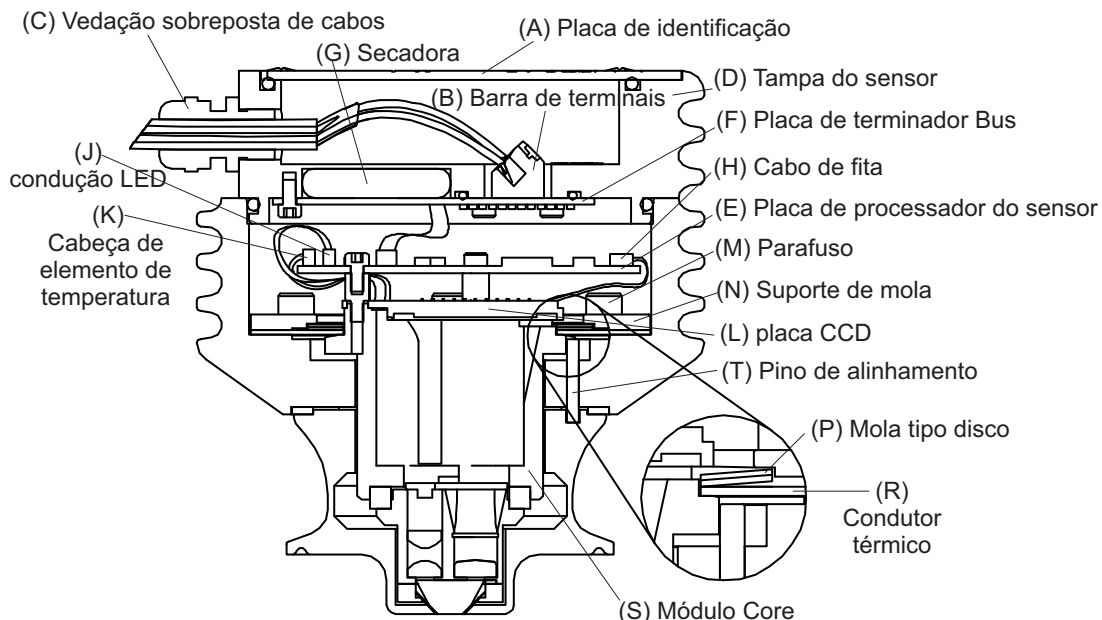

Figura 7.1 Sensor em posição de desmontagem
TO secador é um pacote de plástico transparente dentro da cabeça de sensor, veja Figura 7.1 (G). Quando o secador for amarelo, é efectivo. Quando se ficar verde, precisa ser substituído. O secador não pode ser reativado por qualquer meios, deve ser substituído. Você pode encomendar pacotes de secador novos (agentes secantes), número de peça sobressalente **PR-9108**, da K-Patents ou um representante da K-Patents.
As letras no texto referem-se à Figura 7.1. As instruções são válidas para todos os modelos PR-23.
3. Desligue os fios do terminal (B) e remova a entrada de cabo do cabo (C)
4. Coloque a cabeça do sensor em posição vertical, como na Figura 7.1.
18. Monte o módulo central compacto (S), Figura 7.1. Note o pino de alinhamento (T).
19. Monte o condutor térmico (R) com os buracos alinhados aos buracos de parafuso. Monte as molas do disco (P). A Figura 7.1 mostra qual lado das molas deve estar para cima.